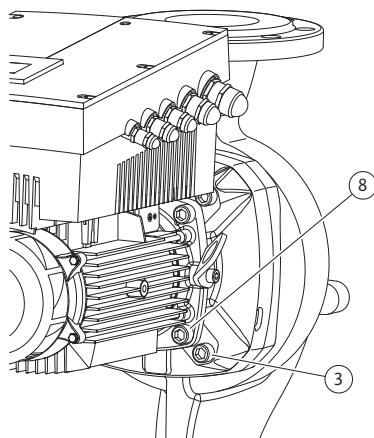

Fig. 50: Valgfri fastgørelse af indstikssættet
11. Løsn og fjern skruerne (fig. 7, pos. 3). Alt efter pumpetype tages de yderste skruer (fig. 50, pos. 3). Indstikssættet (se fig. 13) er efter fjernelsen af skruerne stadig sikkert placeret i pumpehuset, der er heller ikke fare for, at det tipper, når motorakslen er i horisontal position
16. Løsn alt efter pumpetype skruerne (fig. 7, pos. 10) eller alternativt skruerne (fig. 50, pos. 8).
22. Skub lanternen forsigtigt over akslen og ind i den gamle eller en anden ønsket vinklet position til motorflangen. Vær i den forbindelse opmærksom på de tilladte installationspositioner for komponenterne (se kapitel 7.1 "Tilladte installationspositioner og ændring af komponentplaceringen før installationen" på side 214). Fastgør lanternen med skruerne (fig. 7, pos. 10) **eller** – ved pumpetyperne/lanternetyperne iht. (fig. 50) – med skruerne (fig. 50, pos. 8) på motorflangen.